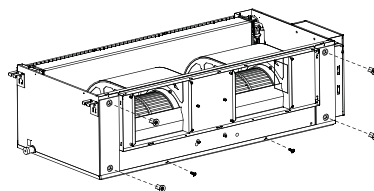

Рис. 33
2. Отверните 4 болта и 2 винта крепления передней панели (см. рис. 33).